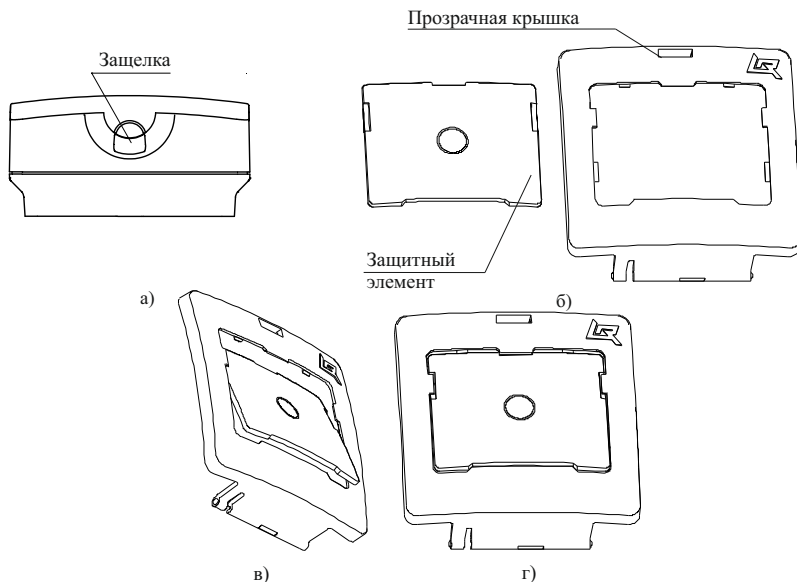

Рисунок 5
5.8 Для установки защитного элемента необходимо открыть прозрачную крышку, поддев защелку в верхней части корпуса острым предметом (рисунок 5 а). Далее прозрачная крышка показана отдельно от корпуса (снимать крышку с корпуса УДП не следует). Защитный элемент в положении, показанном на рисунке 5 б), ввести верхней кромкой в середину выреза прозрачной крышки (рисунок 5 в) и, повернув, совмещая плоскости, защелкнуть нажатием на кромки защитного элемента (рисунок 5 г).